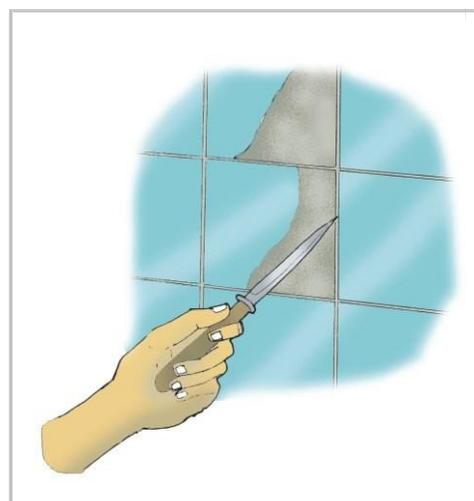

Fig. 1
1. Utilizando la cuchilla, comience por retirar la fragua de porcelana de los cuatro lados de la mayólica rota utilizando la cuchilla (Fig. 1).